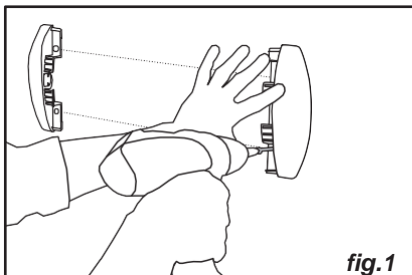

fig.1
■ Coloque las piezas finales y las posibles piezas angulares interiores/exteriores sobre estas líneas, compruebe que están verticales con respecto al suelo y marque las posiciones de sus orificios previamente taladrados en la pared (fig. 1).
■ Taladre la pared, coloque los tornillos de cierre y, a continuación, monte las piezas finales y las piezas angulares en la pared (fig. 1).